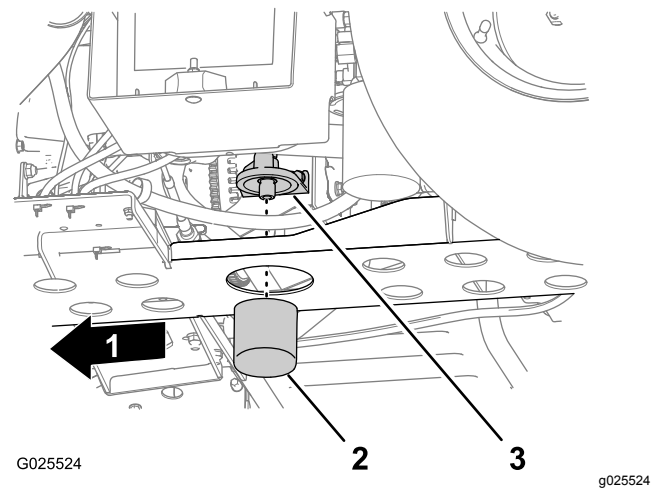

图45
- 从滤芯适配器中取出机油滤芯图45。
- 将滤芯适配器的密封座擦拭干净图45。
- 安装过滤器直至垫片与滤芯适配器的密封座接触后再将过滤器顺时针拧紧 1/2 至 2/3 圈图45。